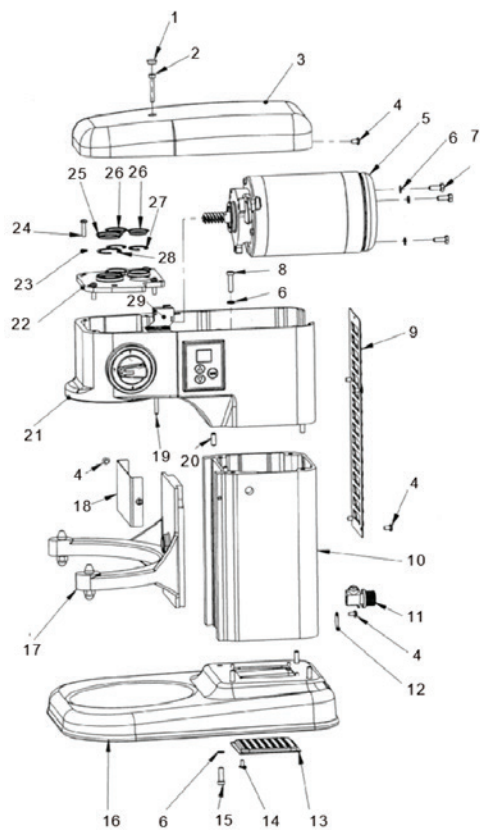

Fig. 1 Corps principal de l'appareil
- Corps principal de l'appareil (Fig. 1) ;
Liste de pièces sur la Fig. 1